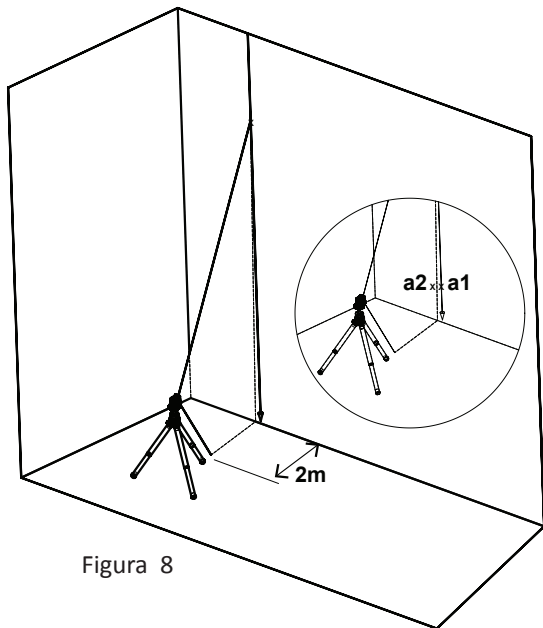

Figura 8
- 6) Marque el punto **a2** en la pared, en el medio de la línea vertical a la misma altura de **a1**. (ver la figura 8).